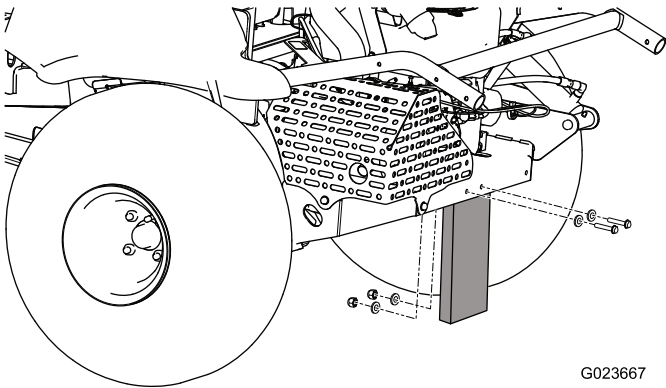

Figure 3
1. Retirez les écrous, boulons et rondelles qui fixent la plaque d'expédition à l'arrière de la machine (Figure 3).